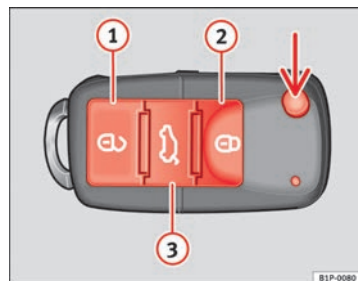

Fig. 46 Tasti della chiave con telecomando
Con il tasto $\Rightarrow$ fig. 46 (freccia) del telecomando, si sblocca lo scatto della chiave.
Sblocco del veicolo $\Rightarrow$ fig. 46 ①.
Tasto di chiusura $\Rightarrow$ fig. 46 ②.
Sblocco del portellone posteriore. Tenere premuto il tasto $\Rightarrow$ fig. 46 ③ fino a quando lampeggiano brevemente tutti gli indicatori di direzione. Dopo aver premuto il tasto di sblocco $\Rightarrow$ ③, si hanno 2 minuti per aprire il portellone. Una volta trascorso questo periodo si blocca di nuovo.
- Premere il tasto  ② ⇒ fig. 46 del telecomando.
- Premere il tasto  ① ⇒ fig. 46 del telecomando.
Per cambiare lo stato bloccato/sbloccato, azionare il pulsante  o il tasto ① ⇒ fig. 46 della chiave del telecomando.